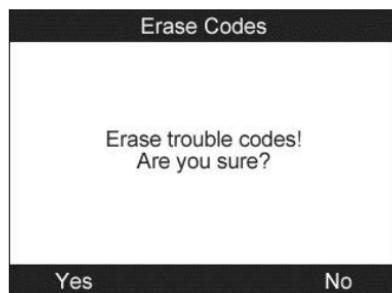

Figura 5.6
- 2) Un mensaje de advertencia aparece solicitando su confirmación. (Figura 5.6)